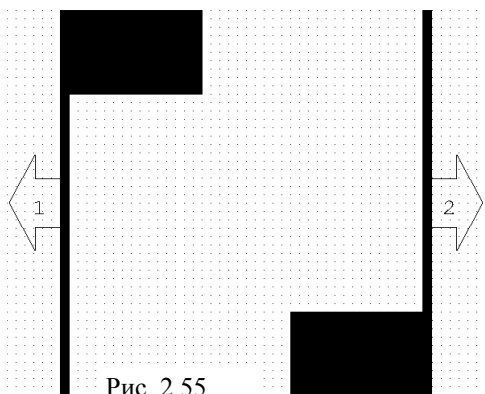

Рис. 2.55
5. Закройте окно черчения. Будет выведен запрос, хотите ли вы сохранить нарисованный элемент. Нажмите **Yes**, чтобы сохранить. Полученная топология показана на рис. 2.55.